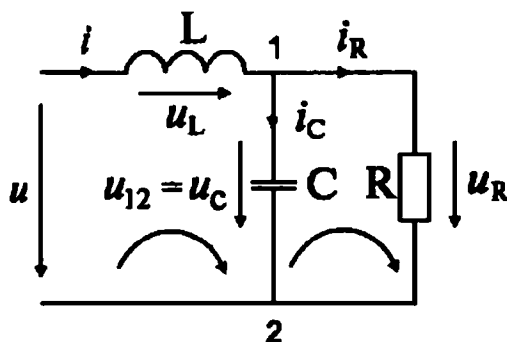

Рис. 1.44. Схема к задаче
**Задача.** К электрической цепи (рис. 1.44) приложено синусоидальное напряжение  $u = Um \cdot \sin \omega t$ . Используя законы Кирхгофа, составить систему уравнений для токов в ветвях в дифференциальной форме и преобразовать ее в систему для комплексных токов.
**Решение.** Приняв условные положительные направления токов и напряжений и направления обхода контуров (рис. 1.44) система уравнений имеет вид